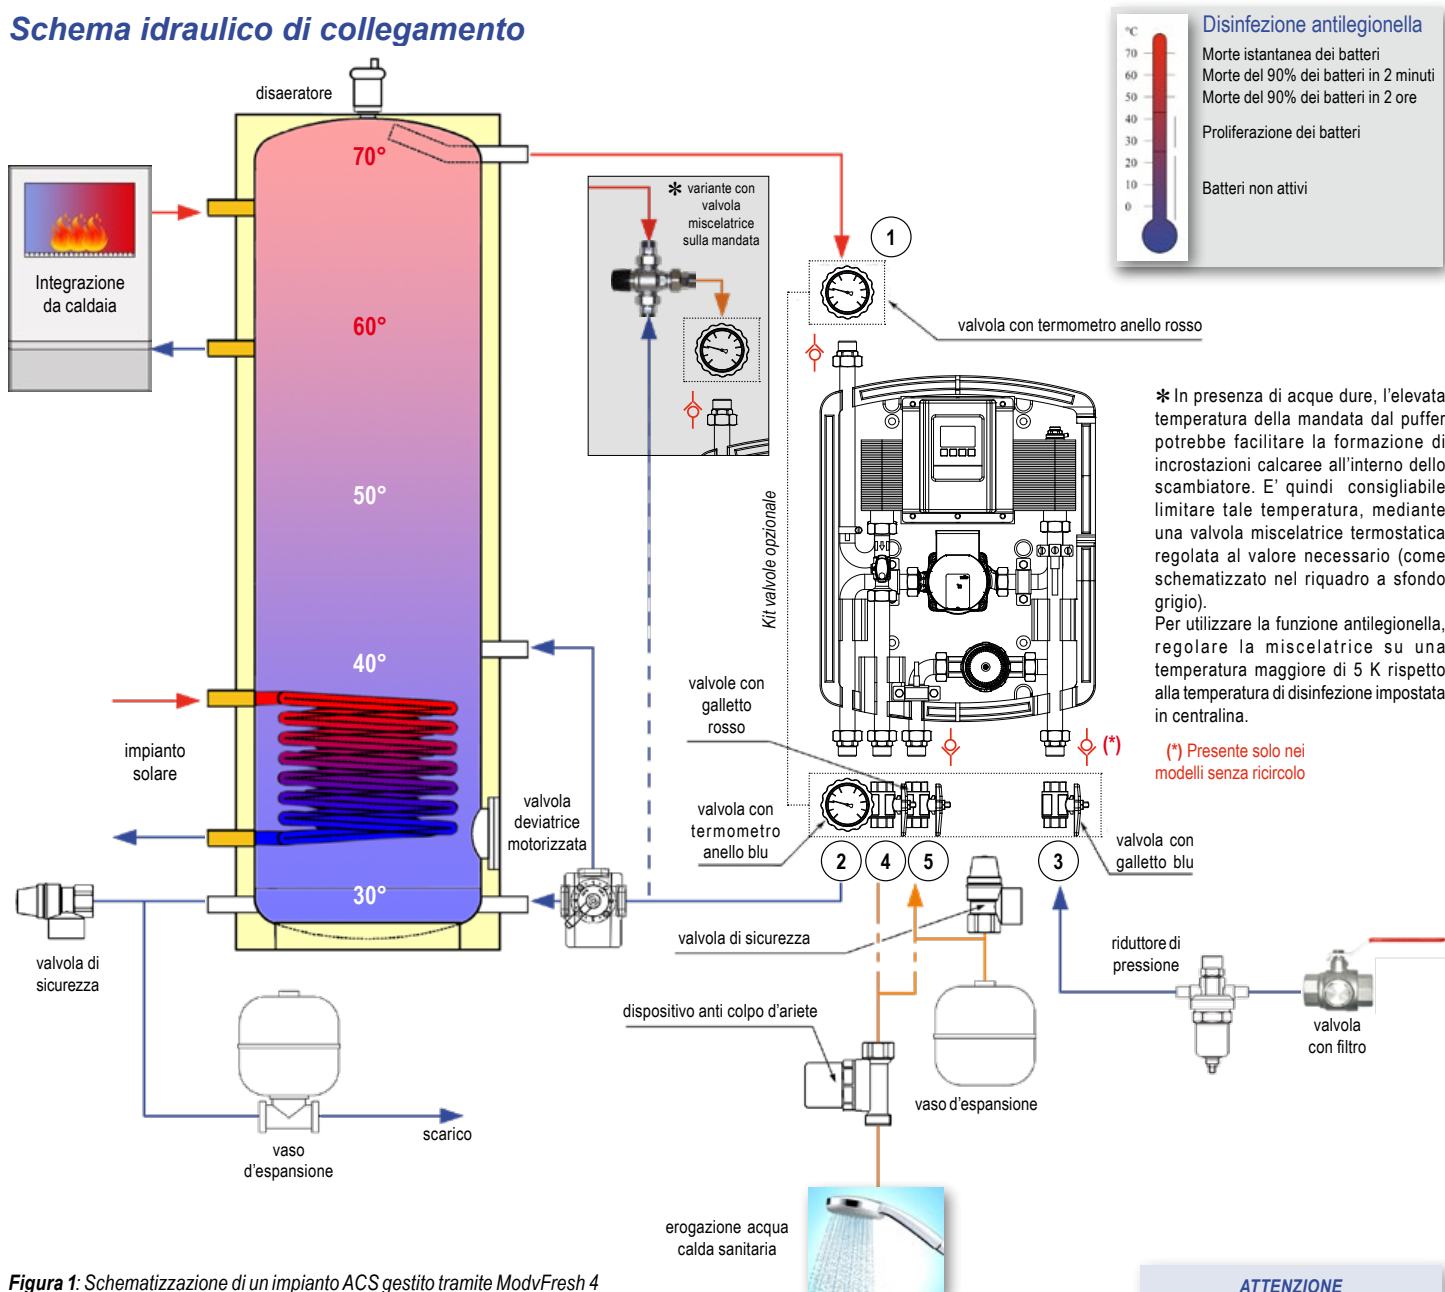

Figura 1: Schematizzazione di un impianto ACS gestito tramite ModvFresh 4
- ✓ Montare il kit valvole (opzionale) secondo quanto rappresentato in *Figura 1*;